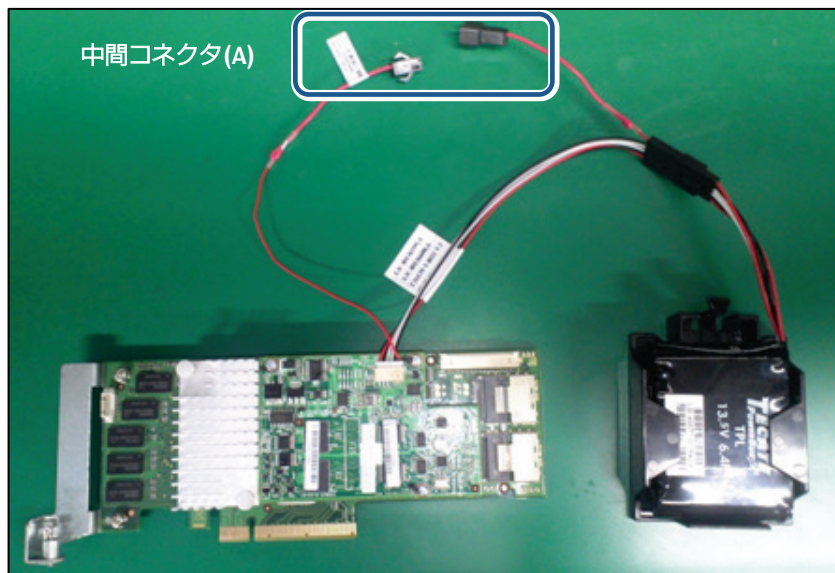

図 46: FBU ケーブルの中間コネクタ取り外し
- ▶ 中間コネクタを接続します (78 ページの図 46 を参照)。